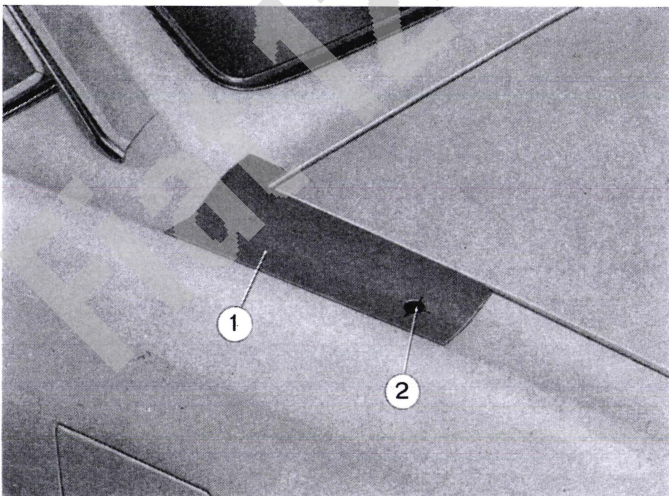

Abb. 125. - Ansetzen der Schablone zum Bohren des Antennenlochs.
- Die Schablone (1, Abb. 125) am Kotflügel hinten links ansetzen;
- an der in der Schablone vorgesehenen Stelle ein Loch in den Kotflügel bohren $\varnothing 17$ mm (2, Abb. 125). Um das gebohrte Loch herum den Lack gut entfernen, damit ein einwandfreier Kontakt zur Masse hergestellt wird;